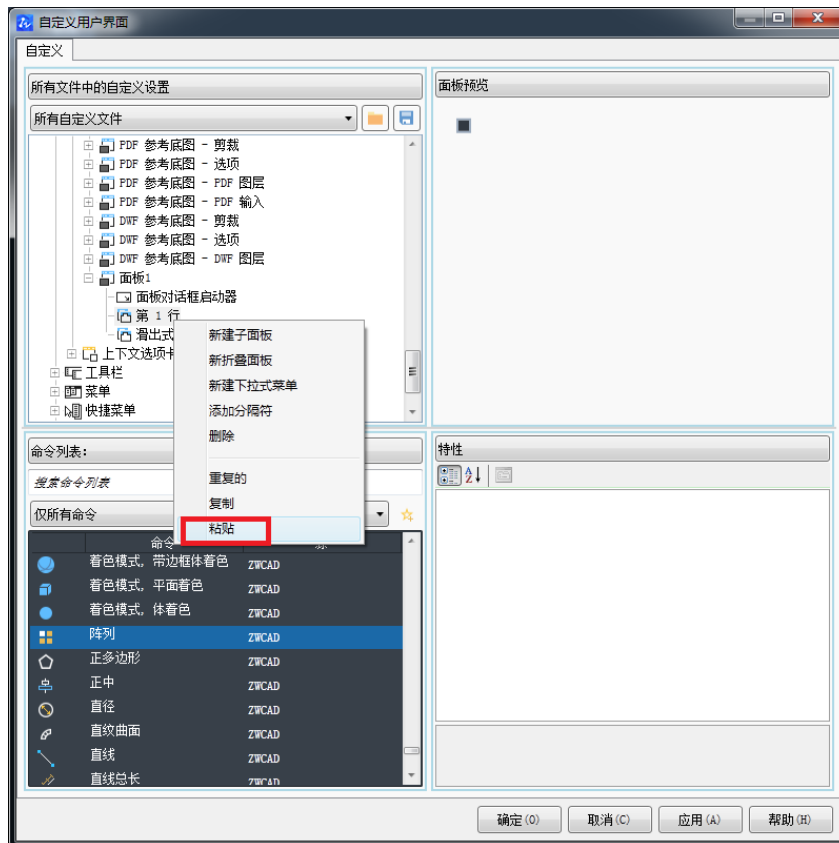

图 2-26 粘贴命令到面板
- d) 选中“第 1 行”后，点击右键，在系统弹出快捷菜单中选择“粘贴”，如图 2-26 所示。